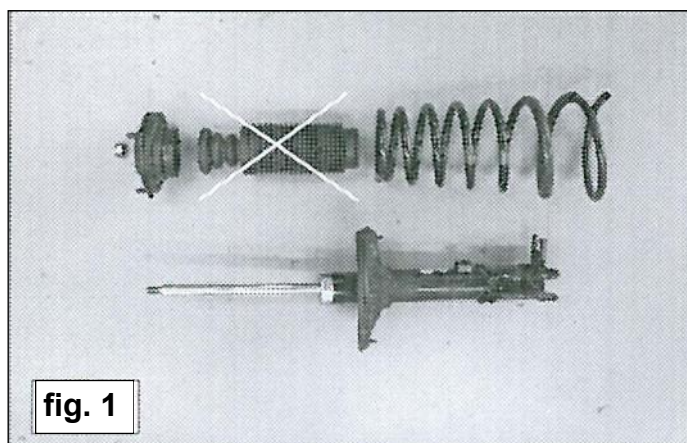

fig. 1
3. Verwijder de buffer en de stofhoes. Deze worden niet meer gebruikt, zie fig. 1.
3. Remove the original buffer and dustcover. They will not be used again. See fig 1.
3. Entfernen Sie das Anschlaggummi und die Staubhülle. Sie werden nicht mehr gebraucht, siehe Abb. 1.
3. Enlevez le tampon et le pare-poussières. Ceux-ci ne seront plus utilisés, voir fig. 1.